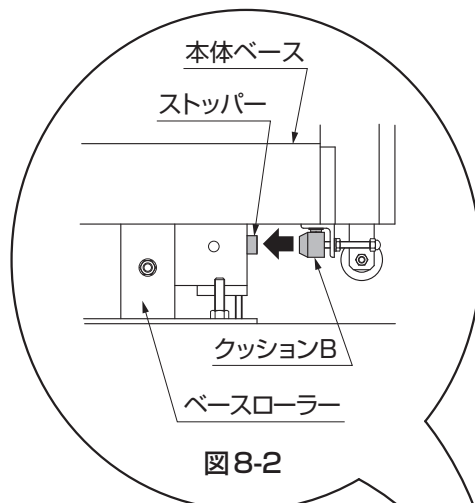

図8-2
- ②本体をクッションBがストッパーに当たるまでいっばいに引き出してください。(図8-2 参照)
- ③戸当り柱の戸車ガイドに、本体の戸車が増る位置に戸当り柱を置いてください。